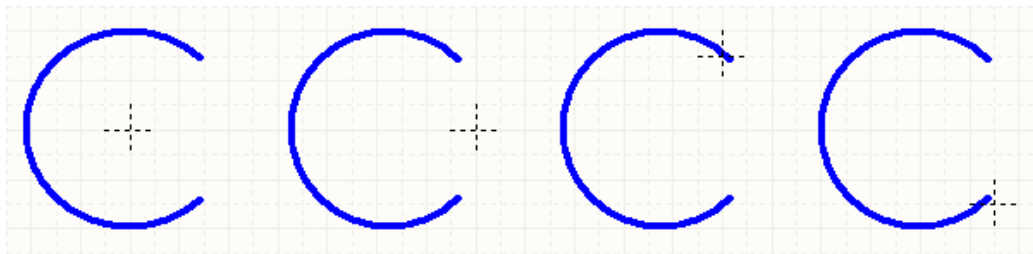

图 4-59 绘制圆弧
- (1) 执行菜单命令 Place $\gg$ Drawing Tools $\gg$ Arc，光标变为十字形，在合适位置单击鼠标左键，确定圆弧中心，如图 4-59 所示。
- (2) 移动光标，可以拉出一个圆弧形状，单击鼠标左键确定圆弧半径。
- (3) 光标自动移动到圆弧默认起始角度，移动光标至合适位置后单击鼠标左键确定起始角度。
- (4) 光标自动移动到圆弧默认终止角度，移动光标至合适位置后单击鼠标左键确定终止角度。
- 至此圆弧绘制完毕，如图 4-59 所示。